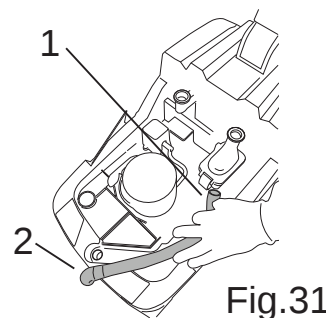

Fig.31
- Afmonter røret til to-takts kraftventilsystemet (Fig.31-Ref.1) og forreste svaber (Fig.31-Ref.2).